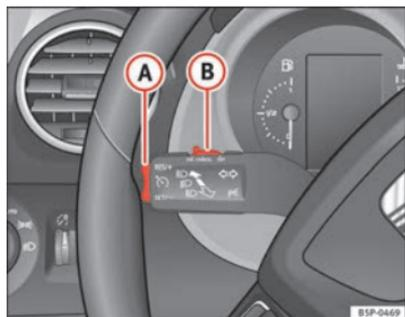

Fig. 148 Alavanca das luzes indicadoras de mudança de direcção e dos máximos: comutador e botão basculante para o regulador da velocidade
- Empurrar o cursor ⇒ fig. 148 **B** para esquerda para **ON**.